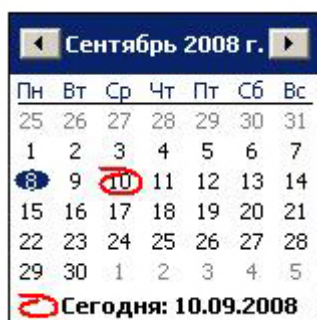

Рис. 2.12. Календарь
- Нажмите кнопку ▾. На экране появится календарь (рис. 2.12).